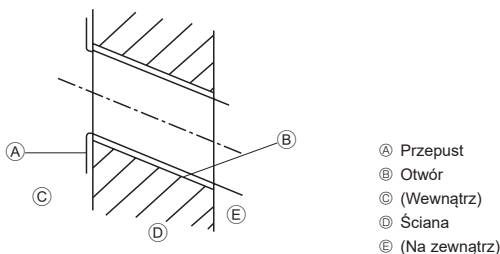

Fig. 3-3
3.2.2. Wiercenie otworu na rury (Fig. 3-3)